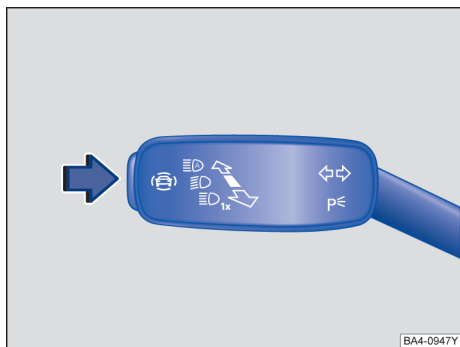

图 20 驾驶辅助系统操作按钮
- 按图示箭头方向→图 20 按压按钮打开**驾驶辅助系统**菜单。